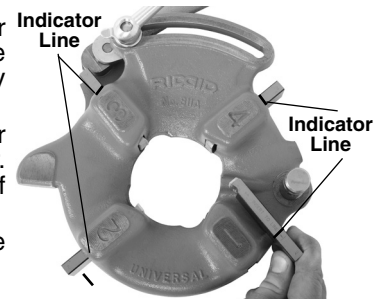

Figure 3 – Inserting Dies
4. Lift tongue of washer out of slot in size bar. Move washer to end of slot (*Figure 3*).
6. Insert appropriate dies into the die head, numbered edge up until the indicator line is flush with the edge of the die head (*see Figure 3*). Numbers on the dies must correspond with those on the die head slots. Always change dies as sets – do not mix dies from different sets.
- Levez la languette de la rondelle pour la déloger de la barre graduée et l'amener jusqu'à l'extrémité du logement (Figure 3).
- Insérez les filières appropriées (chiffre en haut) en les enfonçant jusqu'à ce que leur repère arrive à fleur du rebord de la tête (Figure 3). Les chiffres des filières doivent correspondre à ceux des logements correspondants de la tête de filière. Remplacez systématiquement le jeu de filières au complet. Ne mélangez pas les filières issues de différents jeux.